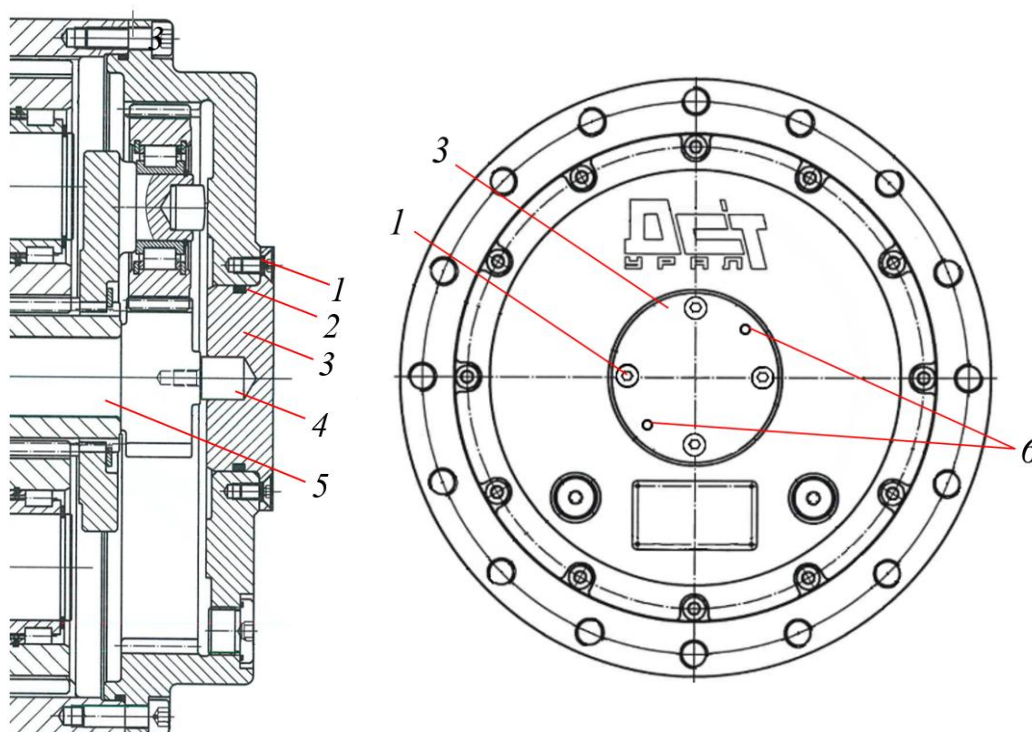

Рисунок 3.90. Очистка крышки редуктора
- ▶ Очистить крышку редуктора 3, рис. 3.90, а также поверхность редуктора рядом с крышкой от загрязнений (для исключения попадания грязи во внутреннюю полость редуктора).
- ▶ Ключом  с внутренним шестигранником вывернуть четыре винта М6х8 поз. 1 из крышки поз. 3, рис. 3.90.
- ▶ Ввернуть два вспомогательных винта М6х30 в резьбовые отверстия крышки, поз. 6, рис. 3.90.
- ▶ Зафиксировать крышку поз. 3 винтами М6х8, поз. 1 рис. 3.90.